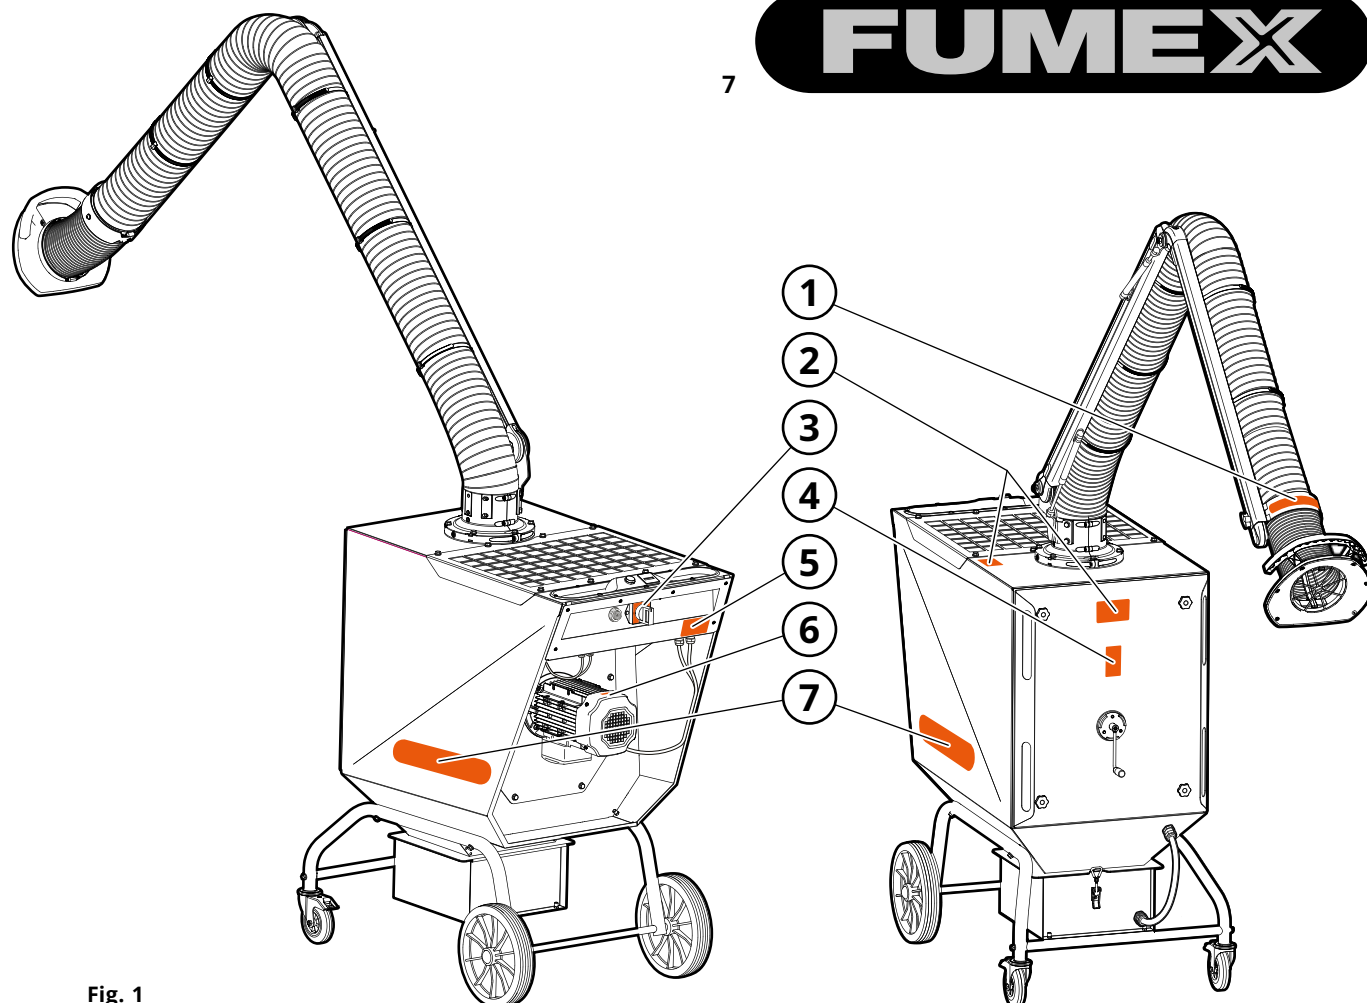

Fig. 1
Gemäß Fig. 1.
3. Die Drehrichtung des Ventilators überprüfen. Die Drehrichtung des Ventilormotors wird durch Starten des Motors und sofortigem wieder Ausschalten ermittelt. Bei abnehmender Drehzahl ist die Drehrichtung des Motors durch die Schutzhaube für die Motorkühlung zu erkennen. Bei falscher Drehrichtung (entgegen der Pfeilrichtung, Aufkleber gemäß **Fig. 1** Pos. 6) mit einem Schlitzschraubendreher die Phasen im Stecker vertauschen, siehe **Fig. 16**.